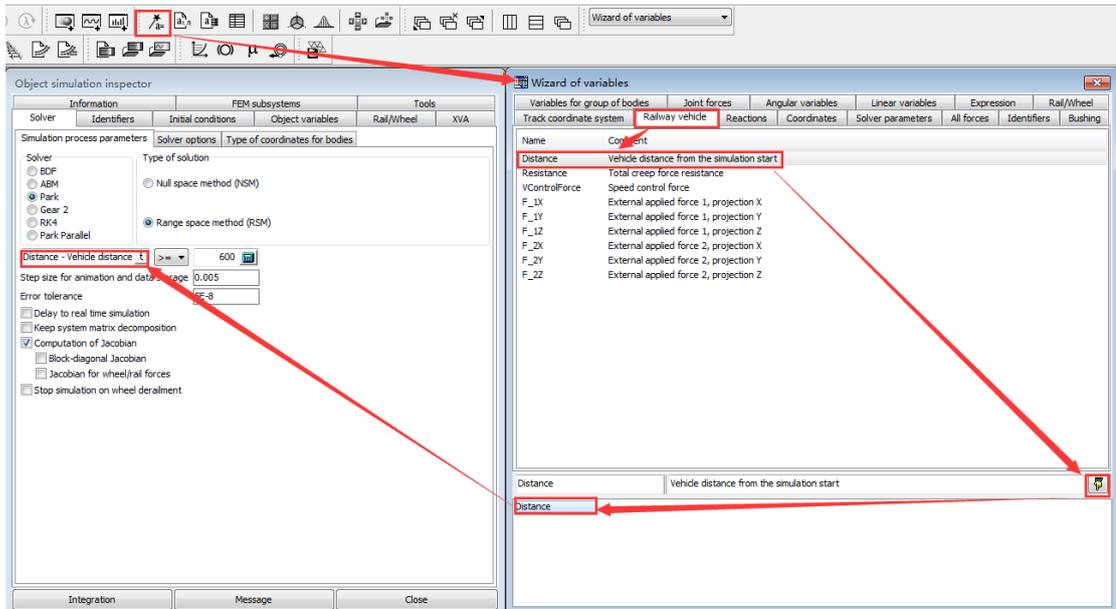

图 008-3 机车车辆模块修改终止条件为 Distance
- 1、对于机车车辆模型：打开变量向导，选择 **Railway vehicle**，创建变量 **Distance**，拖动此变量到 Solver 下的终止条件，软件将自动替换 Time 为 Distance，如图 008-3；